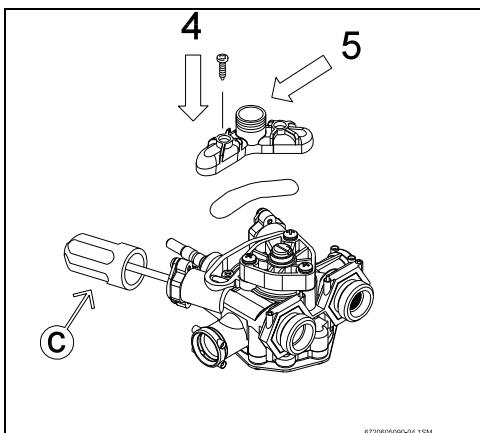

Fig. 4
- ▶ Monter la pièce de sortie de l'eau et le joint avec les vis ci-jointes, veiller à la bonne position du joint (voir pos. 4, Fig. 4).
- ▶ Monter la garniture de bains ou le bec verseur sur la pièce de sortie de l'eau (voir pos. 5, Fig. 4).
- ▶ Monter la calandre. Monter à gauche la manette du robinet d'eau chaude et à droite la manette du robinet d'eau froide (voir pos. C, Fig. 4).